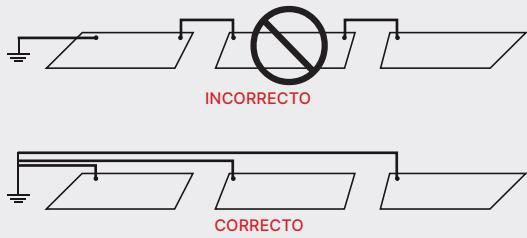

Figura 1. Croquis de instalación de varios tapetes
- Este material debe conectarse a tierra para un funcionamiento adecuado. La puesta a tierra de varios tapetes no debe hacerse en serie sino en paralelo, tal como indica la imagen. (Figura 1).